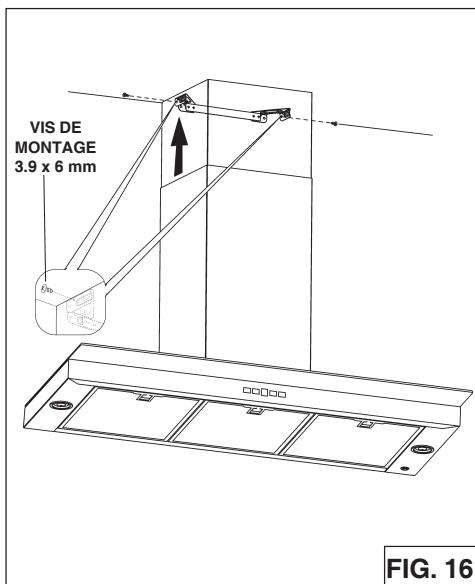

FIG. 16
7. Fixez le conduit supérieur à la bride de montage avec (2) vis de 3,9 x 6 mm (Fig.16).